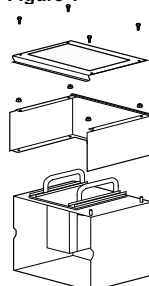
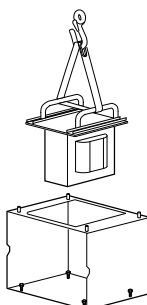

Figure 2
Figure 3
**1** Désassembler les éléments de l'inductance DC ou le(s) transformateur(s) (figure 2) pour permettre son installation ultérieure, et ôter l'inductance ou le(s) transformateur(s) en utilisant un palan (figure 3).
**2** Démonter les vis de fixation (figure 3) du support de l'inductance ou du/des transformateur(s) sur la palette.